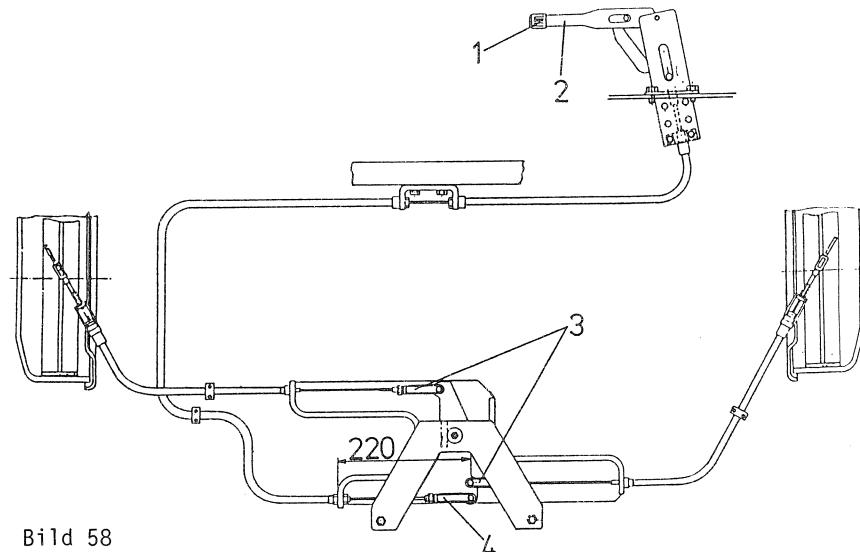

Bild 58
1. Handhebel (Bild 58/2) anziehen, wieder lösen und dann Einstellschraube (Bild 58/1) bis zum Anschlag rechtsherum drehen.
2. Gabelkopf des Handbremsseils (Bild 58/4) so einstellen, daß sich das Maß 220 ergibt.
3. Gabelköpfe der Radbremsseile (Bild 58/3) so einstellen, daß die Trommelbremsen leicht schleifen.
1. Pull hand lever (fig. 58/2), release it again and turn the adjustment screw (fig. 58/1) to the right until stop.
2. Set fork head (fig. 58/4) of the parking brake cable to the measure 220.
3. Set fork heads of the wheel brake (fig. 58/3) cable so that the drum brakes slip slightly.
1. Tirer la manette (fig. 58/2) et la relâcher, puis tourner la vis d'ajustage (fig. 58/1) vers la droite jusqu'à la butée.
2. Régler la chape du câble du frein à (fig. 58/4) main de manière à obtenir la mesure 220.
3. Régler les chapes des câbles des freins des roues (fig. 58/3) de telle sorte que les freins à tambour glissent légèrement.